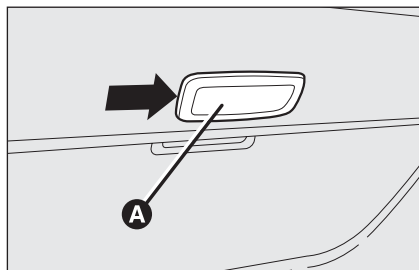

fig. 40
- ☐ agire nel punto indicato dalla freccia e rimuovere la plafoniera **A**-fig. 40;